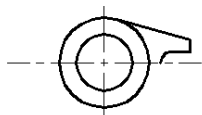

图 3-35 绘制右上部分
(3) 绘制图形
❶ 设置“粗实线”图层为当前图层。单击“默认”选项卡“绘图”面板中的“圆”按钮和“多段线”按钮, 绘制图形右上部分, 如图 3-35 所示。
❷ 单击“默认”选项卡“修改”面板中的“镜像”按钮, 分别以水平中心线和竖直中心线为对称轴镜像所绘制的图形。
❸ 单击“默认”选项卡“修改”面板中的“修剪”按钮, 修剪所绘制的图形。命令行提示与操作如下: